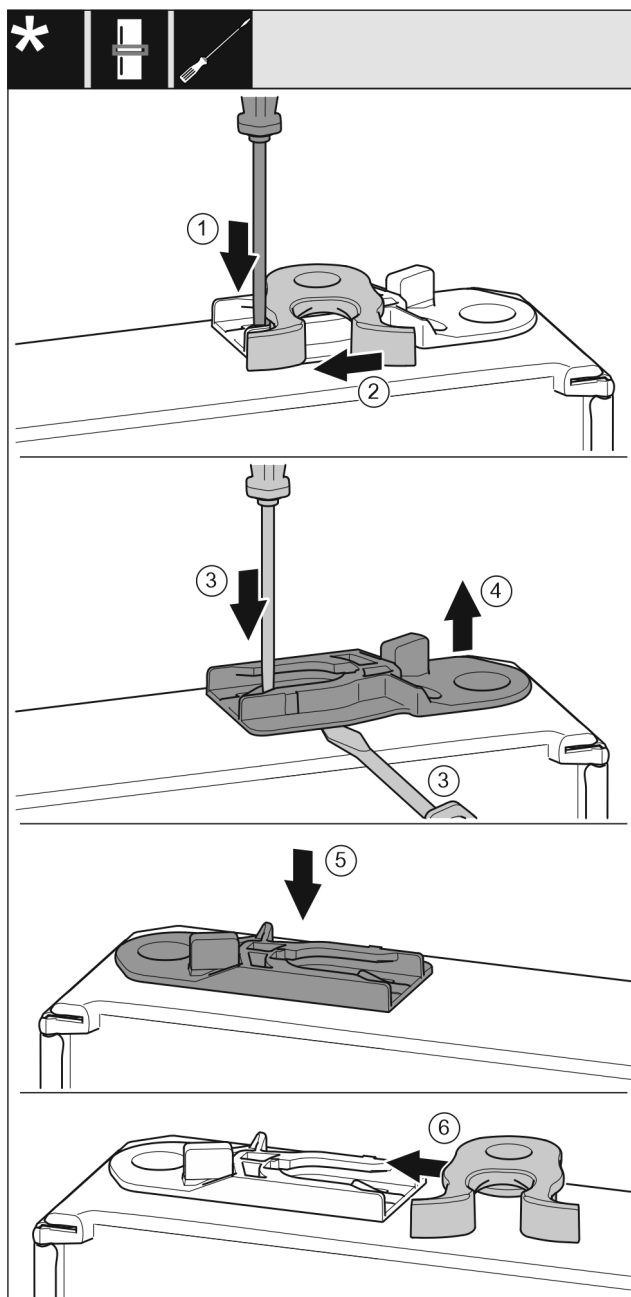

Fig. 19
- Spingere verso il basso la linguetta Fig. 19 (1) con il cacciavite a intaglio.
- Estrarre il gancio di chiusura Fig. 19 (2) dalla guida.
- Estrarre la boccola di guida Fig. 19 (3, 4): Premere la linguetta con un cacciavite a intaglio e allo stesso tempo spostare in basso la boccola di guida con il cacciavite a intaglio.
- Inserire la boccola di guida Fig. 19 (5) inclusa nella fornitura sull'altro lato dell'alloggiamento.
- Spingere il gancio di chiusura Fig. 19 (6) nella guida.